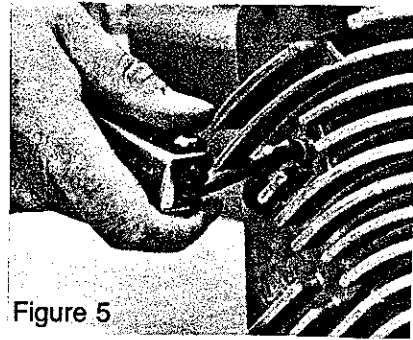
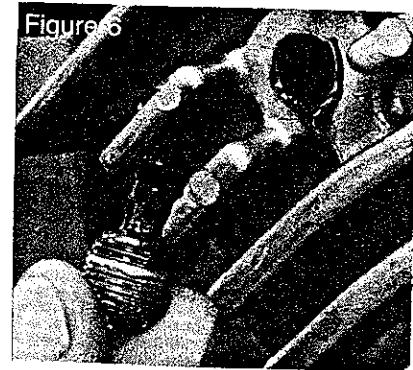

Figure 5
Figure 6
- 6) Ajuste el resorte de sujeción (N, Fig. 5) con respecto a la cuchilla inferior (T, Fig. 5), de manera que el borde (O, Fig. 5) de la cuchilla inferior (T) esté en línea con el borde (P) del muelle de sujeción. El muelle de sujeción (N, Fig. 6) deberá sobresalir también de la cuchilla superior (J, Fig. 6)  $0.5\text{mm} = .02''$ . Aflojar los tornillos (Q, Fig. 5) para realizar este ajuste. Apretar de nuevo los tornillos (Q).